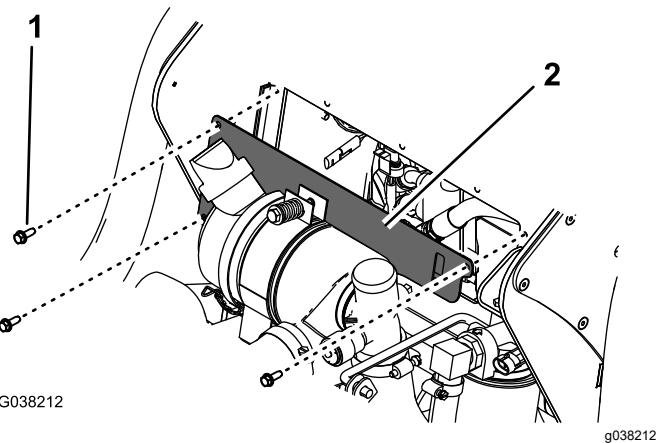

Figure 4
1. Retirez les 3 vis à embase ($\frac{1}{4}$ " x $\frac{3}{4}$ ") qui fixent la plaque de protection à l'avant du cadre du panneau de commande, et déposez la plaque de protection (Figure 4).